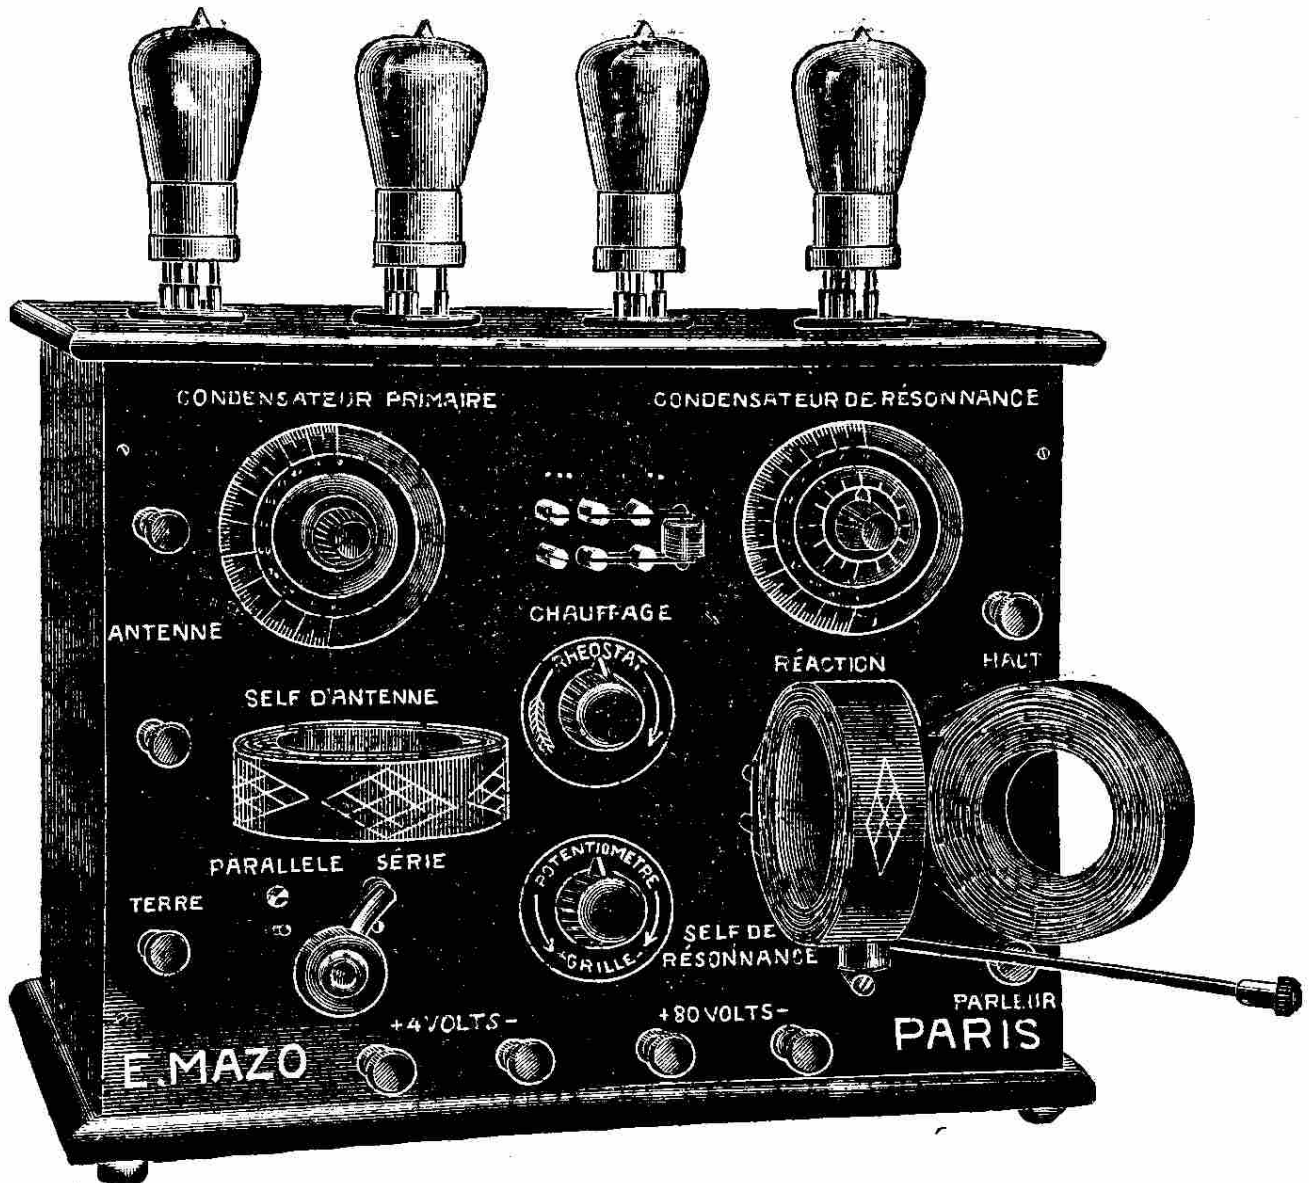

Fig. 116. — Poste à 4 lampes à résonance (Cl. Mazo).
(1) Ou placée perpendiculairement (v. fig. 116).